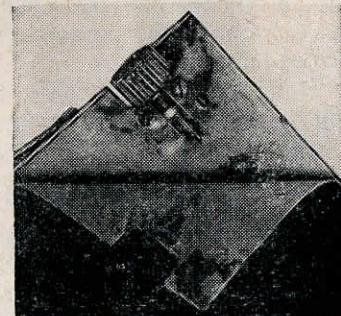

Рис. 19. Винты крепления кремальеры
**Трибка кремальеры.** Для исправления пробуксовывания трибки кремальеры с обратной ее стороны отвинчивают два винта, предварительно оторвав оклейку (рис. 19), затем отделяют кремальеру вместе с накладкой-держателем. Выровняв место, на котором устанавливается держатель, на него накладывают две прокладки из плотного картона (толщиной 1 мм). В прокладках предва-